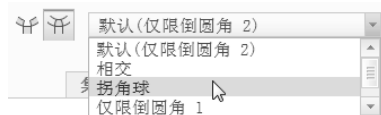

图 6-112 指定过渡类型选项
- 5) 在“倒圆角”选项卡的过渡类型下拉列表框中选择“拐角球”选项，如图 6-112 所示。